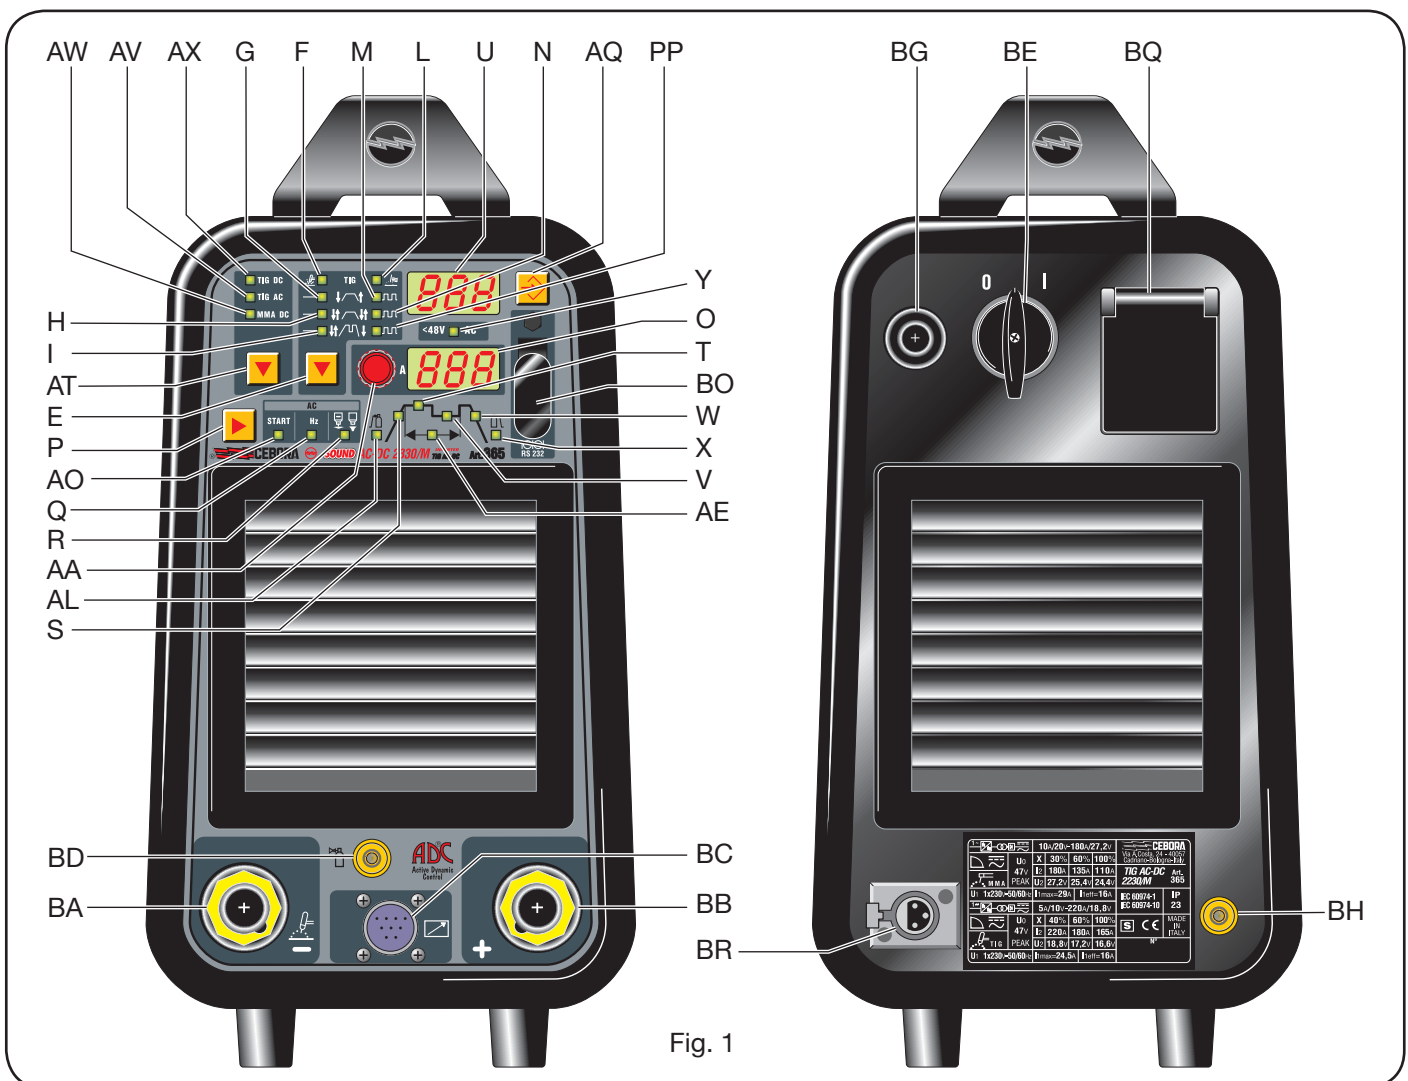

Fig. 1
3.2. DESCRIÇÃO DO APARELHO (FIG. 1).